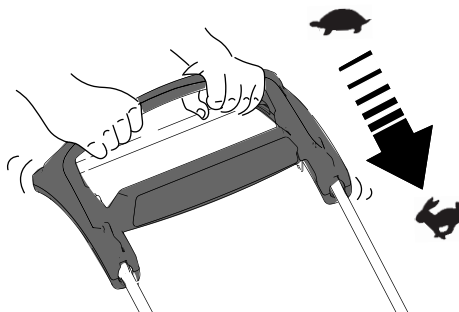

Figuur 9
2. Plaats de elektrische startknop in de elektrische starterschakelaar (A van Figuur 9).
3. Knijp de bedieningsstang in en houd deze tegen de handgreep (B van Figuur 9).
4. Druk op de elektrische startknop en houd deze ingedrukt tot de motor start (C van Figuur 9).